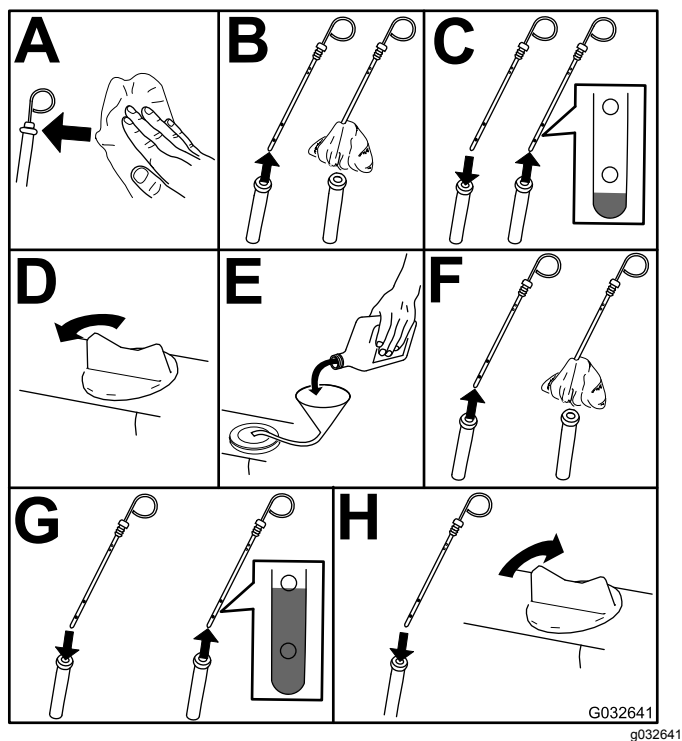

Figura 62
3. Verifique o nível de óleo do motor (Figura 62).